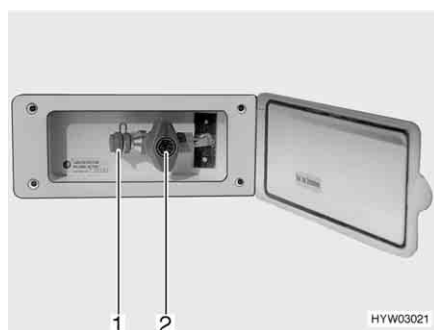

Bild 93 Externer Gasanschluss, Gasabsperrventil geschlossen
Der externe Gasanschluss (Bild 93) befindet sich vorne rechts neben dem Gaskasten.
- Externes Gasgerät an der Anschluss-Stelle (Bild 93,1) anschließen.
- Das Gasabsperrventil (Bild 93,2) öffnen.